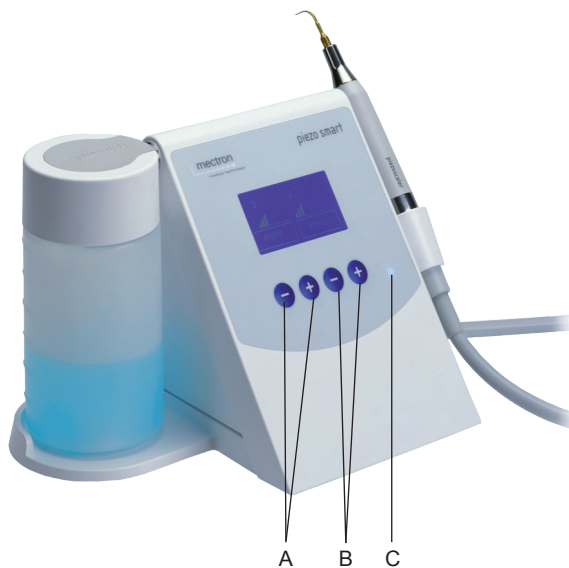
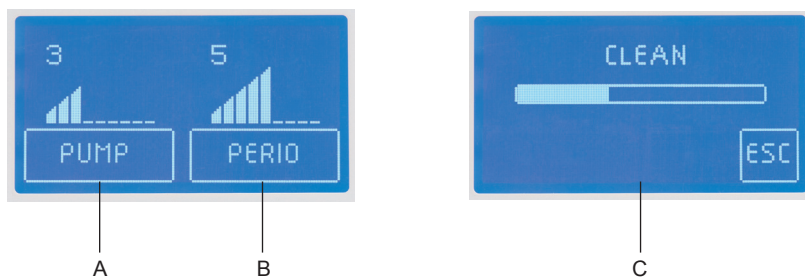

Fig. 7
Fig. 8
En este párrafo se ilustra el tablero frontal (Fig.7) del piezo smart con el objeto de permitir una inmediata identificación de los mandos descritos en el presente manual.
- La parte izquierda indica el nivel de capacidad de la bomba peristáltica "PUMP" (Fig.8 - Ref.A).
- La parte derecha indica la potencia del ablator con el nivel correspondiente (Fig.8 - Ref.B).
Utilizar las teclas - y + (Fig.7 - Ref.A) para disminuir o aumentar la capacidad de la bomba peristáltica. En el display varía la indicación (Fig.8 - Ref.A).
Utilizar las teclas - y + (Fig.7 - Ref.B) para disminuir o aumentar la potencia del ablator. En el display varía la indicación (Fig.8 - Ref.B).